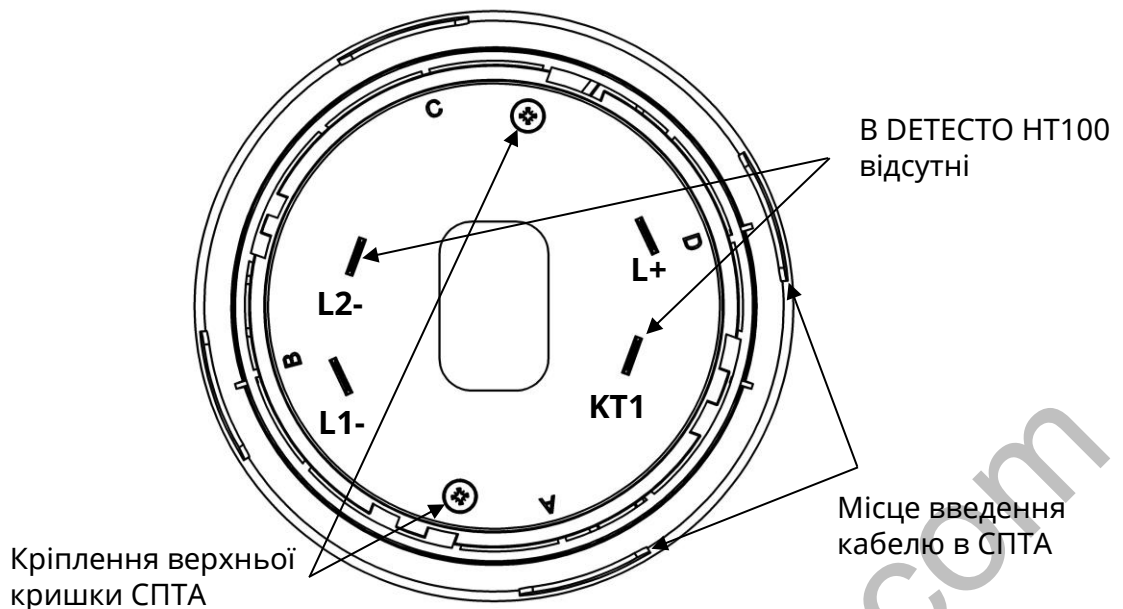
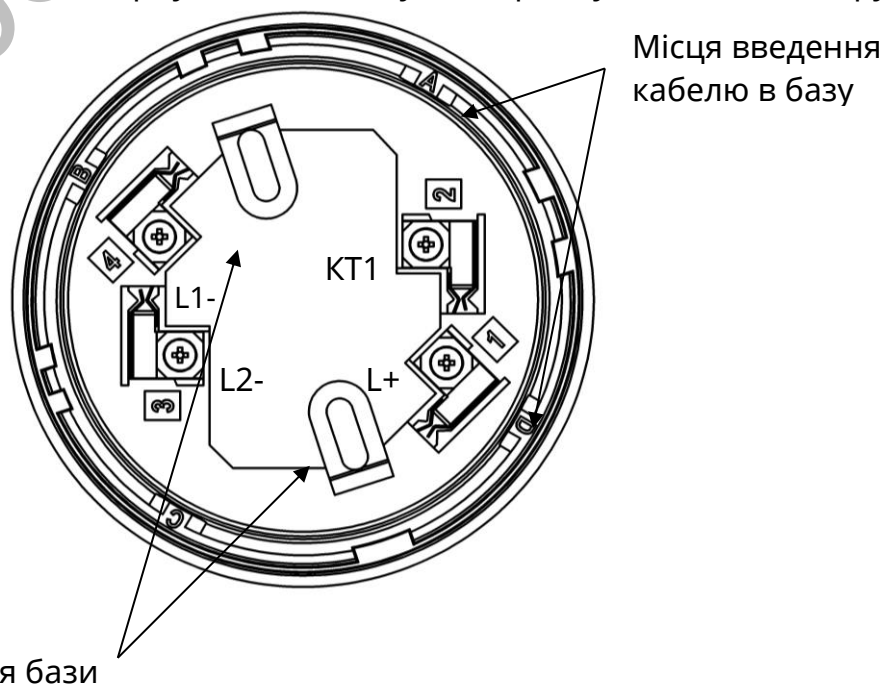

Рисунок 1 – Вигляд СПТА з боку контактів
Рисунок 3 – Розташування клем на базі СПТА
L2-	Клема підключення мінусового дроту АІ. В СПТА DETECTO НТ100 ця клема відсутня (рис.1)
КТ1	Клема для підключення ВПОС. В СПТА DETECTO НТ100 ця клема відсутня (рис.1)
- 3) закріпити дроти АІ в гвинтових клеммах бази відповідно до рис. 3 і таблиці 1. В базі СПТА ДЕТЕСТО НТ110 чотири клема, в СПТА ДЕТЕСТО НТ100 – дві клема;
5.3 Для випадків, коли кабель всередину бази заводять збоку, в самій базі та в кришці СПТА передбачені вікна, потрібні з яких вирізають. Ці вікна промарковані літерами «А», «В», «С», «D» (рис.1, рис.3).